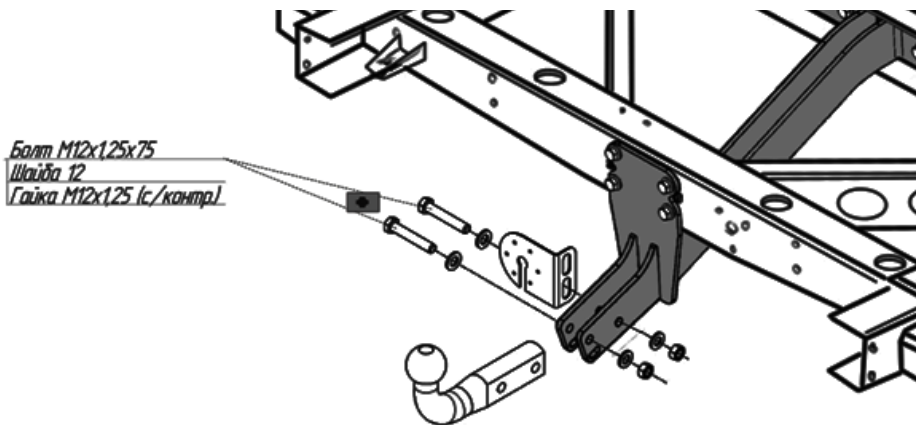

рис. 3
3. Установите шар 8259 и подрозетник (рис. 3).